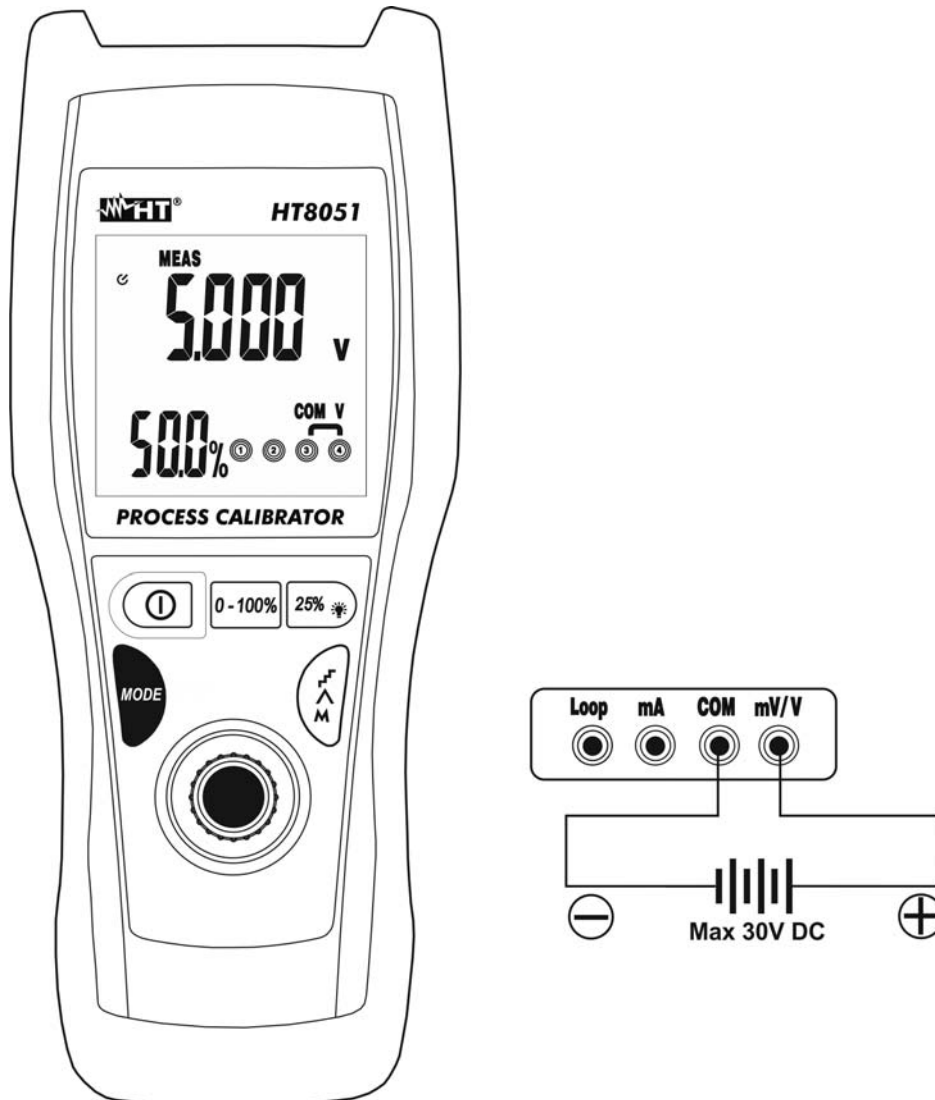

Fig. 3: Medida de Tensión CC
3. Posicione la punta verde y la punta negra respectivamente en los puntos de potencial positivo y negativo del circuito en examen (vea Fig. 3). El valor de la tensión se muestra en el visualizador principal y el valor porcentual respecto al fondo escala en el visualizador secundario
4. El mensaje "-OL-" indica que la tensión en examen excede el valor máximo medible por el instrumento. El instrumento no realiza mediciones de voltaje con polaridad opuesta con respecto a la conexión de la Fig. 3 El valor "0000" se muestra en la pantalla